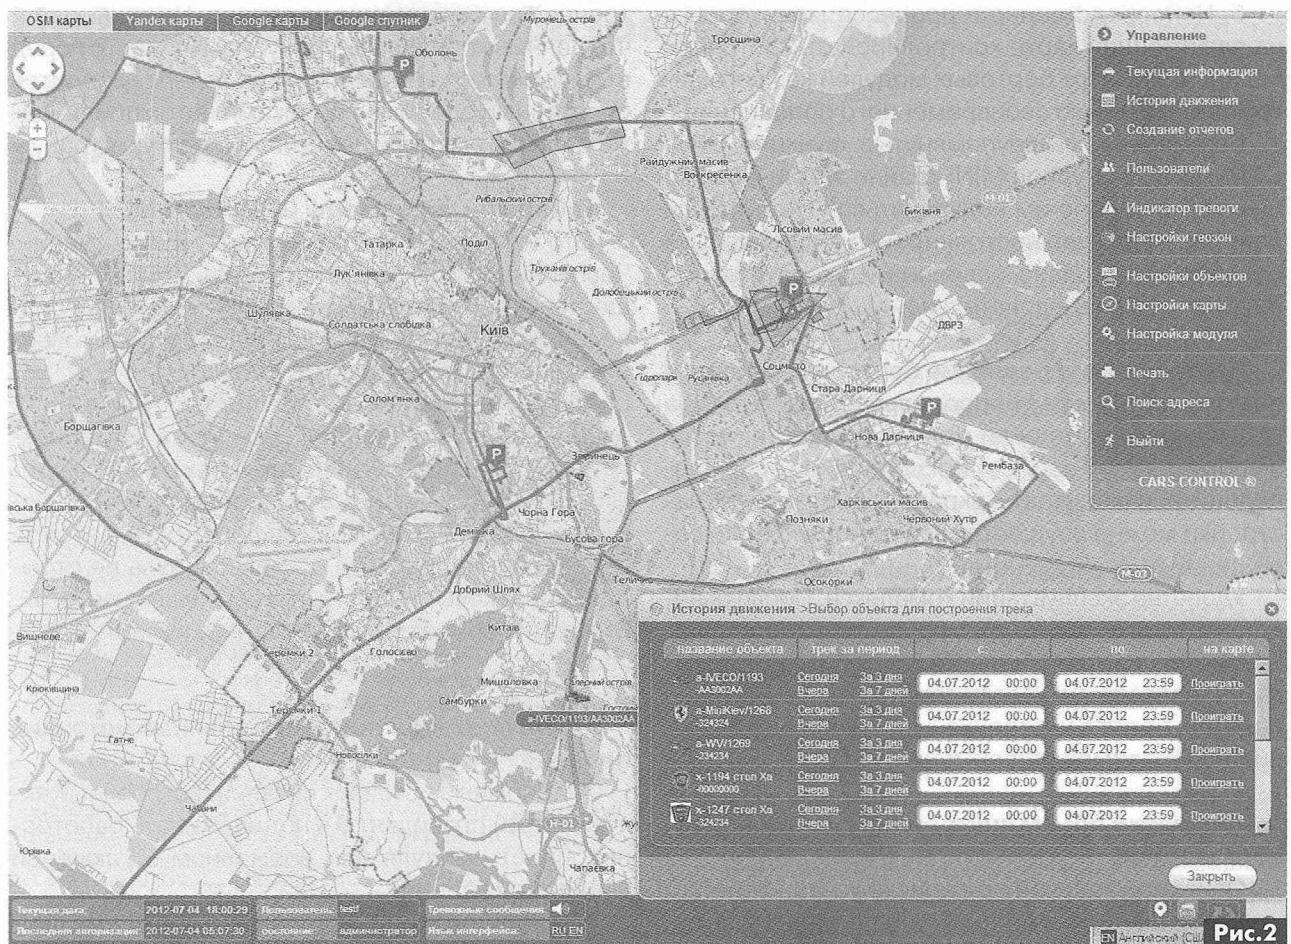

Рис.2
- На электронной карте местности (рис.2) персонального компьютера видеть текущее местоположение (в том числе на мобильном телефоне) и путь украденного автомобиля в режиме on-line. С данной информацией можно ознакомить представителей силовых структур, служб безопасности (предоставив им доступ к карте мониторинга) для оперативного вмешательства в ситуацию.